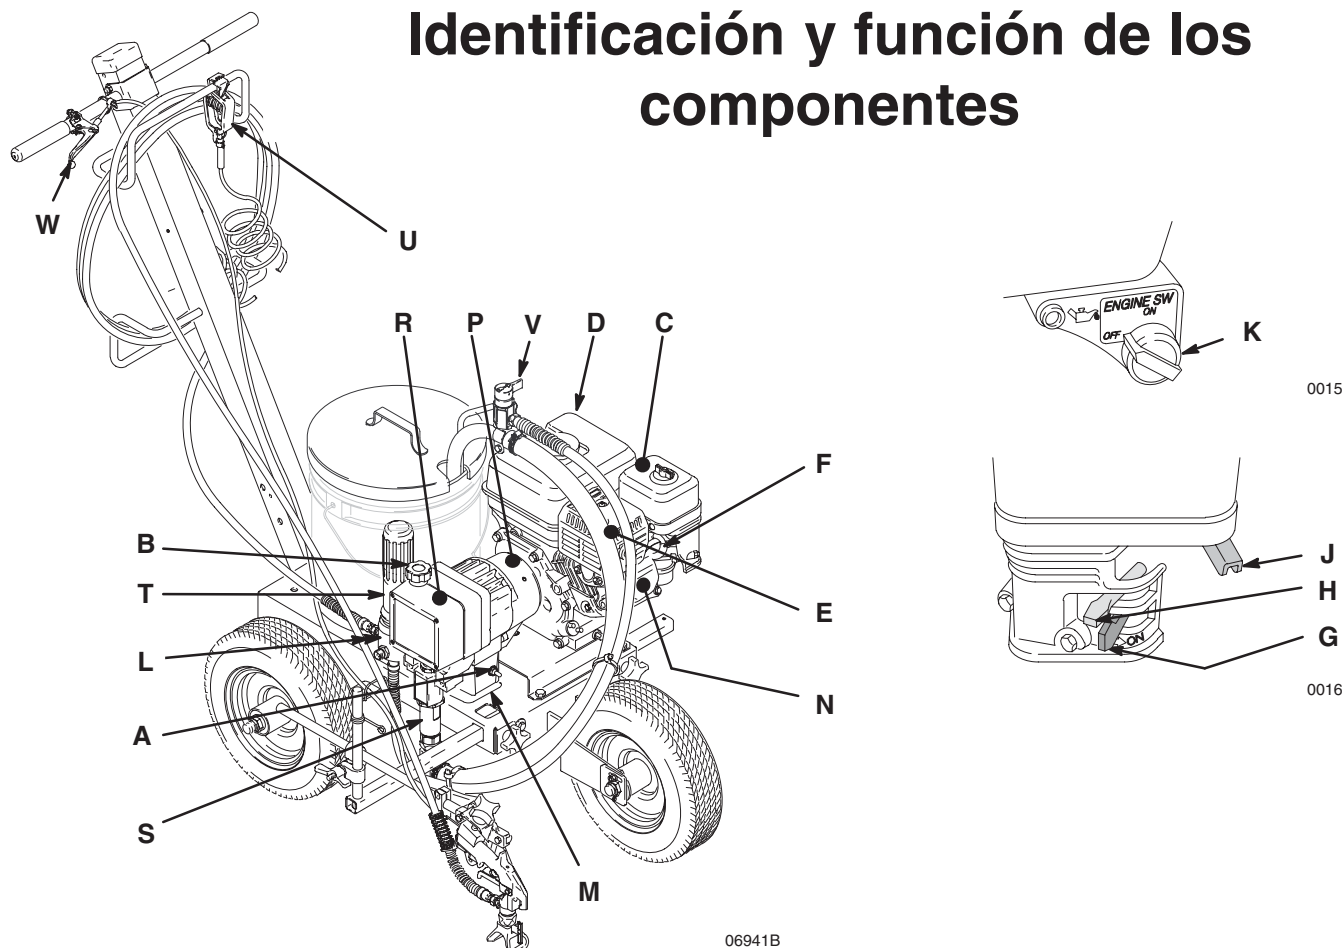

Fig. 1
8. **Mantenga el pulverizador en posición vertical y nivelada** durante la operación y siempre que lo transporte. Coloque la válvula de combustible (G, Fig. 1) en posición OFF.
NOTA: Consulte la Fig. 1 al poner en marcha el pulverizador.
3. **Suelte la válvula de alivio de presión (V, Fig. 1) del tubo de aspiración** y coloque el tubo de drenaje de la válvula de presión en otro cubo.